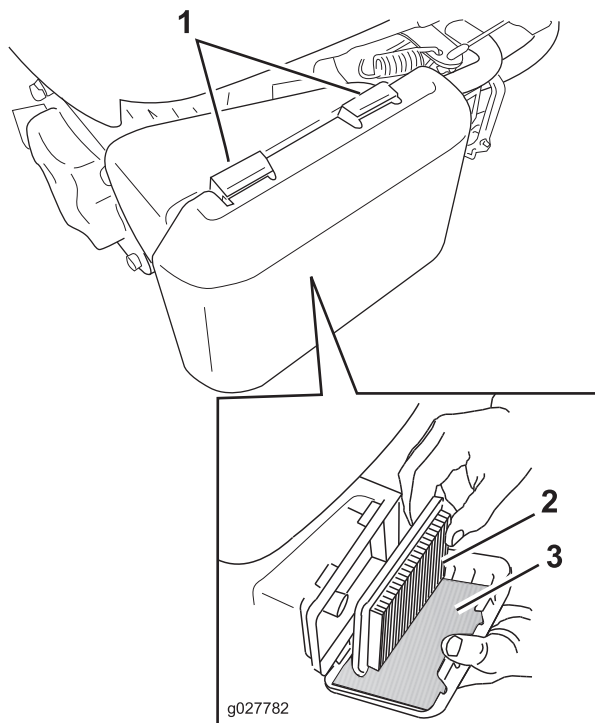

Figure 35
1. Appuyez sur les languettes de verrouillage en haut du couvercle du filtre à air (Figure 35).
3. Retirez l'élément en papier et le préfiltre en mousse (Figure 35).